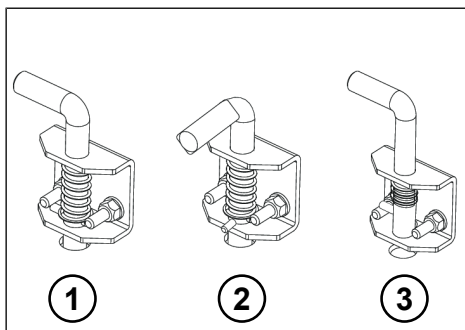

Fig. 8-67: Poziții de blocare bolțuri de blocare
- ▶ Aduceți bolțul de blocare la bara transversală în poziția 2 (vezi "Fig. 8-67: Poziții de blocare bolțuri de blocare", pag. 176).
- ▶ Aducerea bolțului de blocare în poziția 1 (vezi "Fig. 8-67: Poziții de blocare bolțuri de blocare", pag. 176).
- ▶ Aduceți bolțurile de blocare pentru stâlpi la bara transversală în poziția 2 (vezi "Fig. 8-67: Poziții de blocare bolțuri de blocare", pag. 176).
- ▶ Aduceți bolțurile de siguranță pentru stâlpi în poziția 3 (vezi "Fig. 8-67: Poziții de blocare bolțuri de blocare", pag. 176), astfel încât stâlpul să se așeze până la opritorul din grinda transversală.
- ▶ Atunci bolțurile de blocare pentru stâlpi în poziția 1 (vezi "Fig. 8-67: Poziții de blocare bolțuri de blocare", pag. 176).
- ▶ Atunci bolțurile de blocare pentru stâlpi în poziția 3 (vezi "Fig. 8-67: Poziții de blocare bolțuri de blocare", pag. 176).
- ▶ Aducerea ambelor bolțuri de blocare de la bara transversal în poziția 3 (vezi "Fig. 8-67: Poziții de blocare bolțuri de blocare", pag. 176).